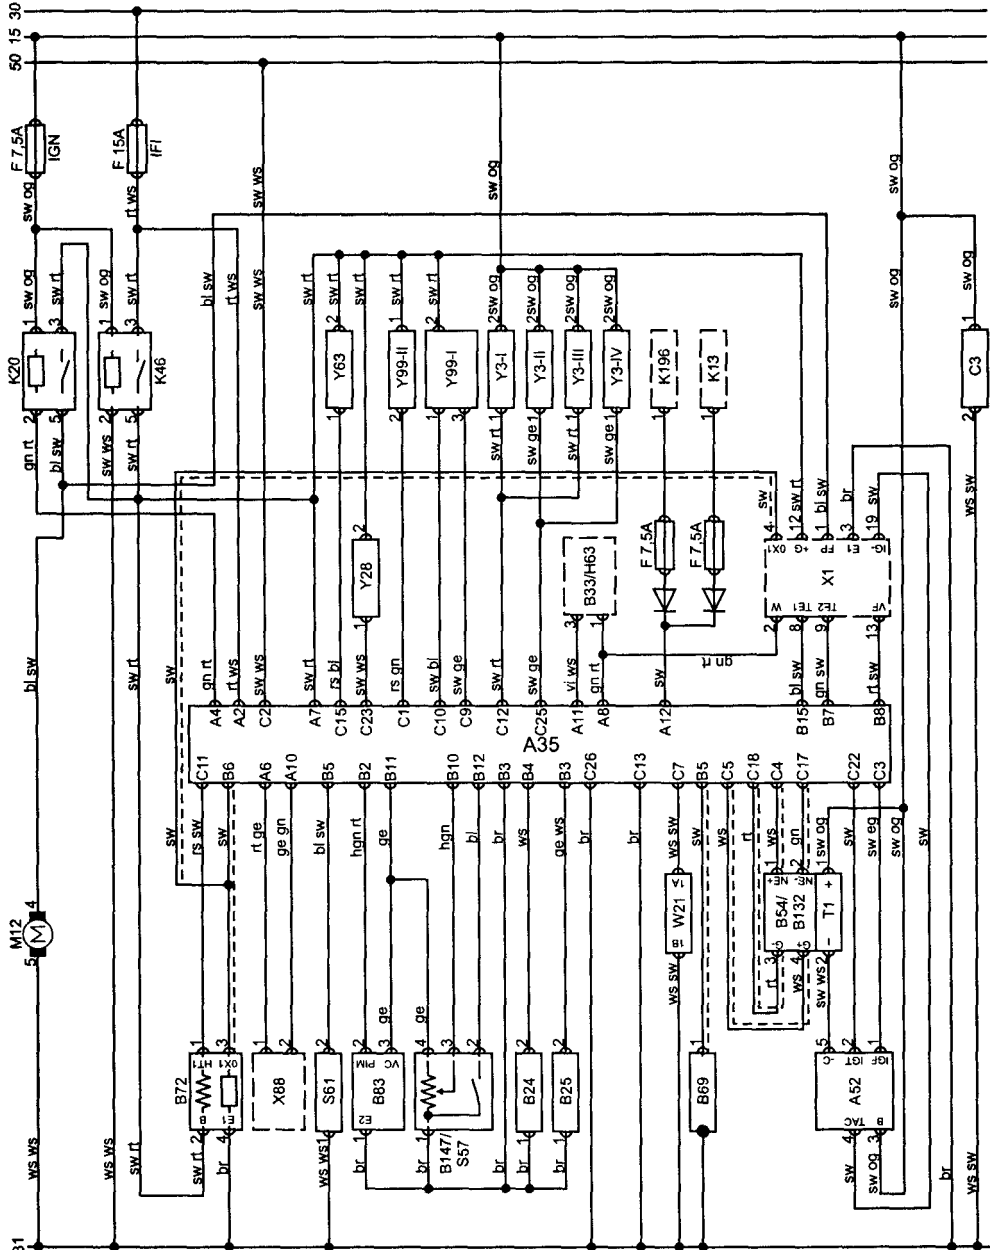
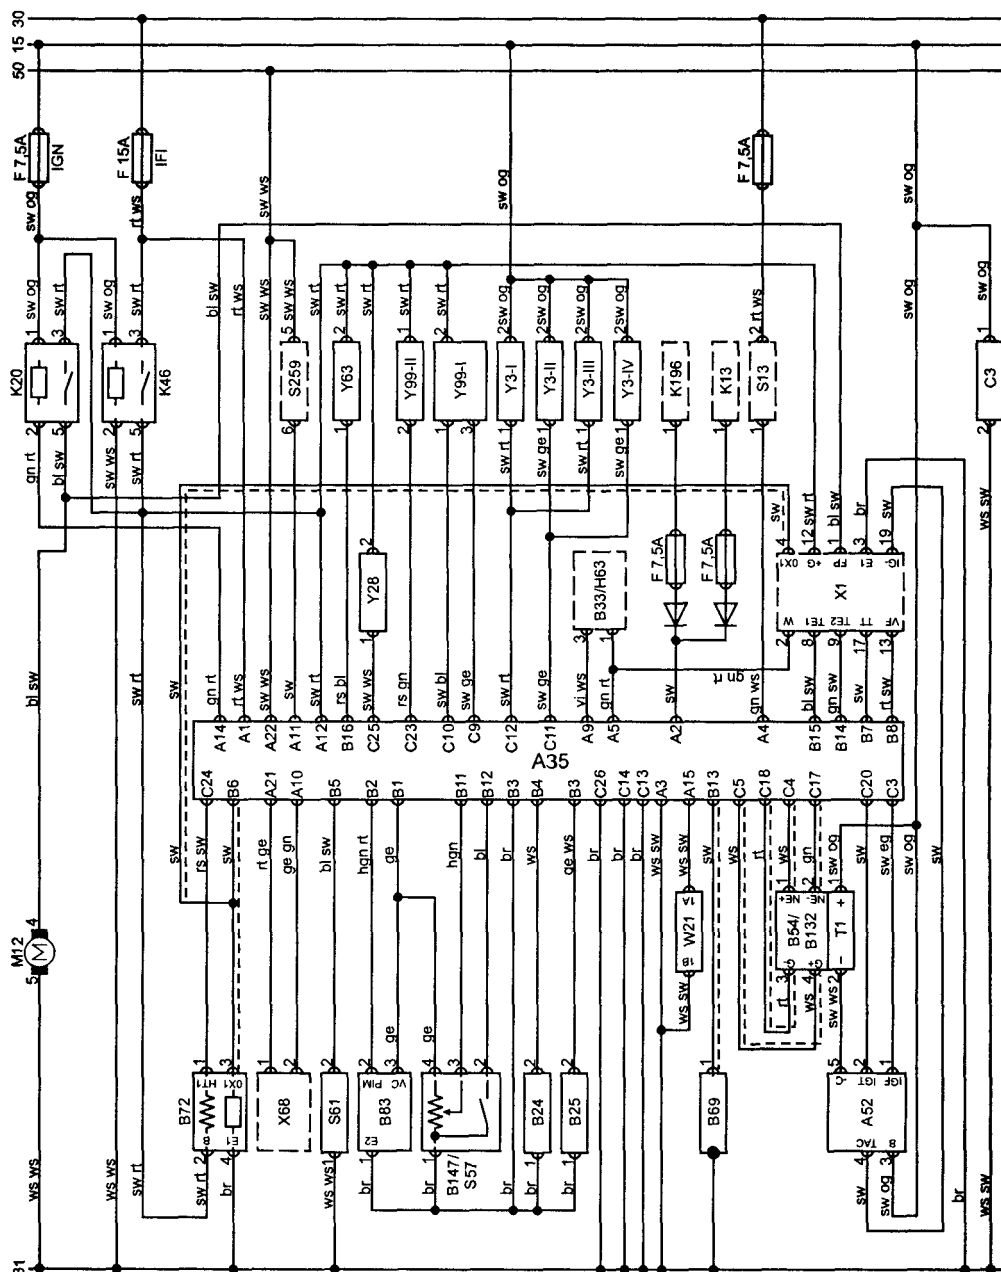

Рис. 2.8.1. Принципиальная схема ЭСУД «Toyota RAV4» 1994—2000 гг. выпуска в комплектации МТ
Рис. 2.8.2. Принципиальная схема ЭСУД «Toyota RAV4» 1994–2000 гг. выпуска в комплектации АТ
Принципиальная схема ЭСУД «Toyota RAV4» 1994—2000 гг. выпуска с двигателем 3S-FE с ручной (MT) трансмиссией приведена на рис. 2.8.1, а с автоматической (AT) — на рис. 2.8.2.
На рис. 2.8.1 и 2.8.2: